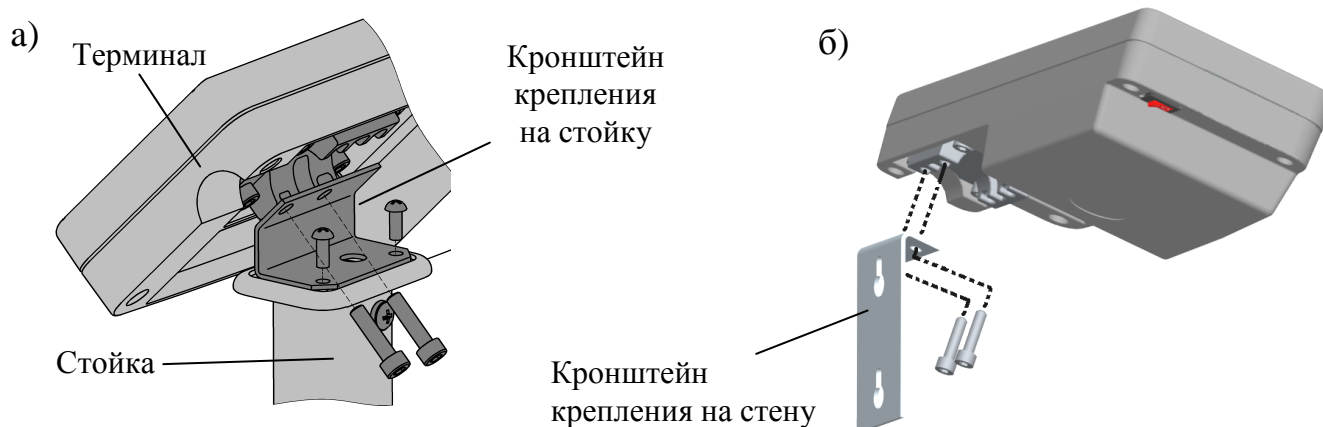

Рис. 4.1 - Установка терминала А.W/4D на стойке (а), на стене (б)
4.1.2.2 Установить терминал в удобное для работы оператора положение. Терминалы могут устанавливаться на стойке, столе или стене (варианты крепления терминала А/4D (А.W/4D) приведены на Рис. 4.1).
4.2.1.1 Установить терминал в удобное для работы оператора положение. Терминалы могут устанавливаться на стойке, столе или стене (варианты крепления терминала А/4D (A.W/4D) приведены на Рис. 4.1).